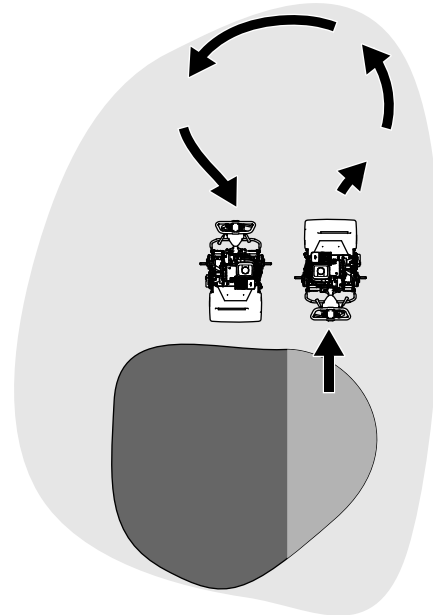

Figura 28
- Întoarceți mâna în afara ierbii, prin ridicarea cilindrului de tăiere (împingând mânerul în jos) și efectuând o rotire în formă de lacrimă pe tamburul de traciune (Figura 28).
1. Localizați maneta de cuplare a tracțiunii de pe cutia de viteze (Figura 28).